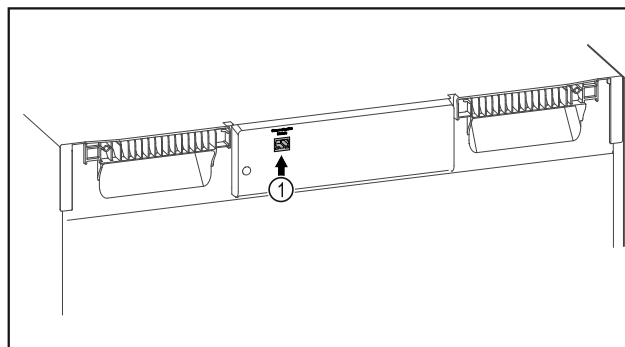

Fig. 71
- ❑ SmartModule Fig. 71 (1) is geplaatst.